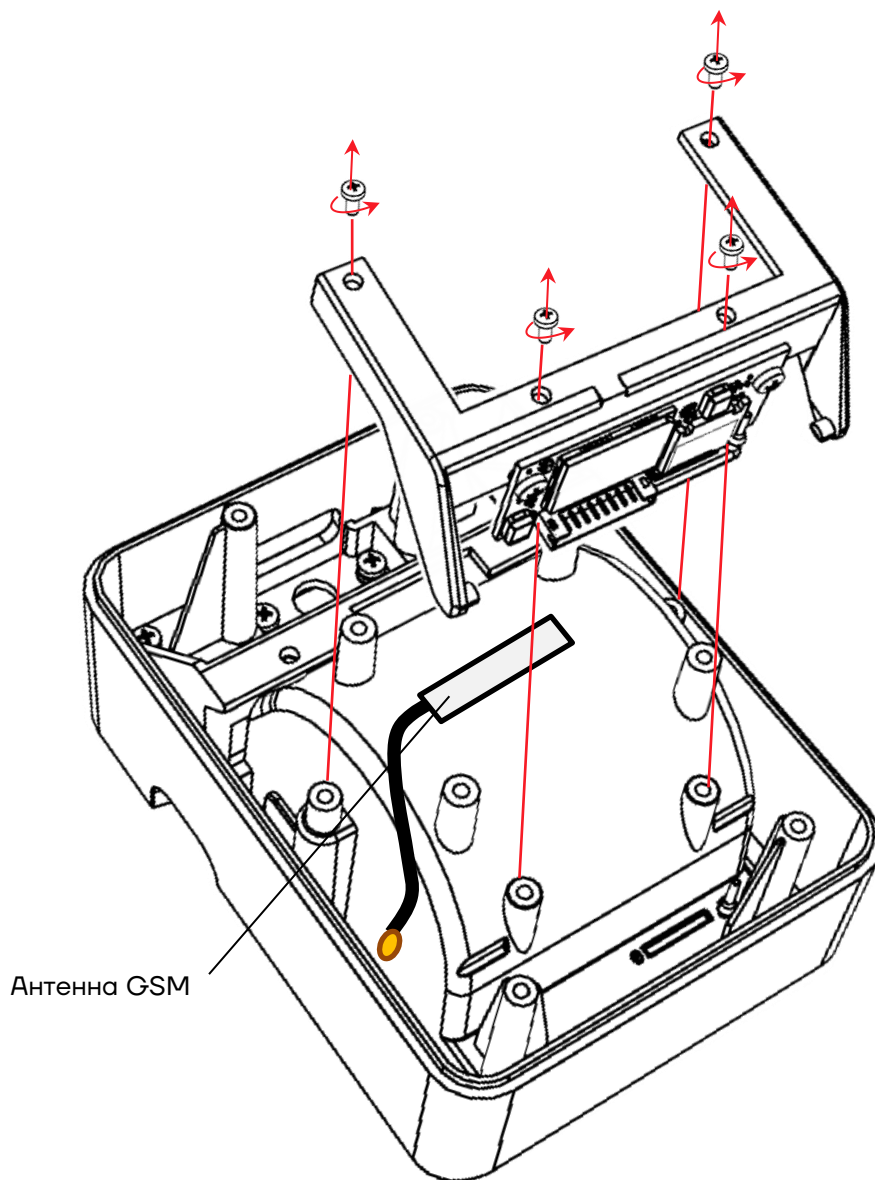

Рисунок 24. Извлечение кронштейна. Расположение антенны GSM
**4** Отключить кабель для подключения к блоку управления от разъёма **XP1** модуля коммуникации, затем отключить кабель антенны GSM от разъёма для подключения антенны GSM, обозначение которого зависит от версии модуля: **RF1** модуля коммуникации AL.P010.43.000 (см. рисунок 21) или **RF2** модуля коммуникации AL.P010.42.000 (см. рисунок 20). Перевернуть сборку, открутить 4 винта крепления кронштейна к верхней части корпуса, отделить кронштейн с зафиксированным на нем модулем коммуникации (см. рисунок 24).
- 9** Установить кронштейн с зафиксированным на нем модулем коммуникации в верхнюю часть корпуса ККТ, вкрутить 4 винта (см. рисунок 24).